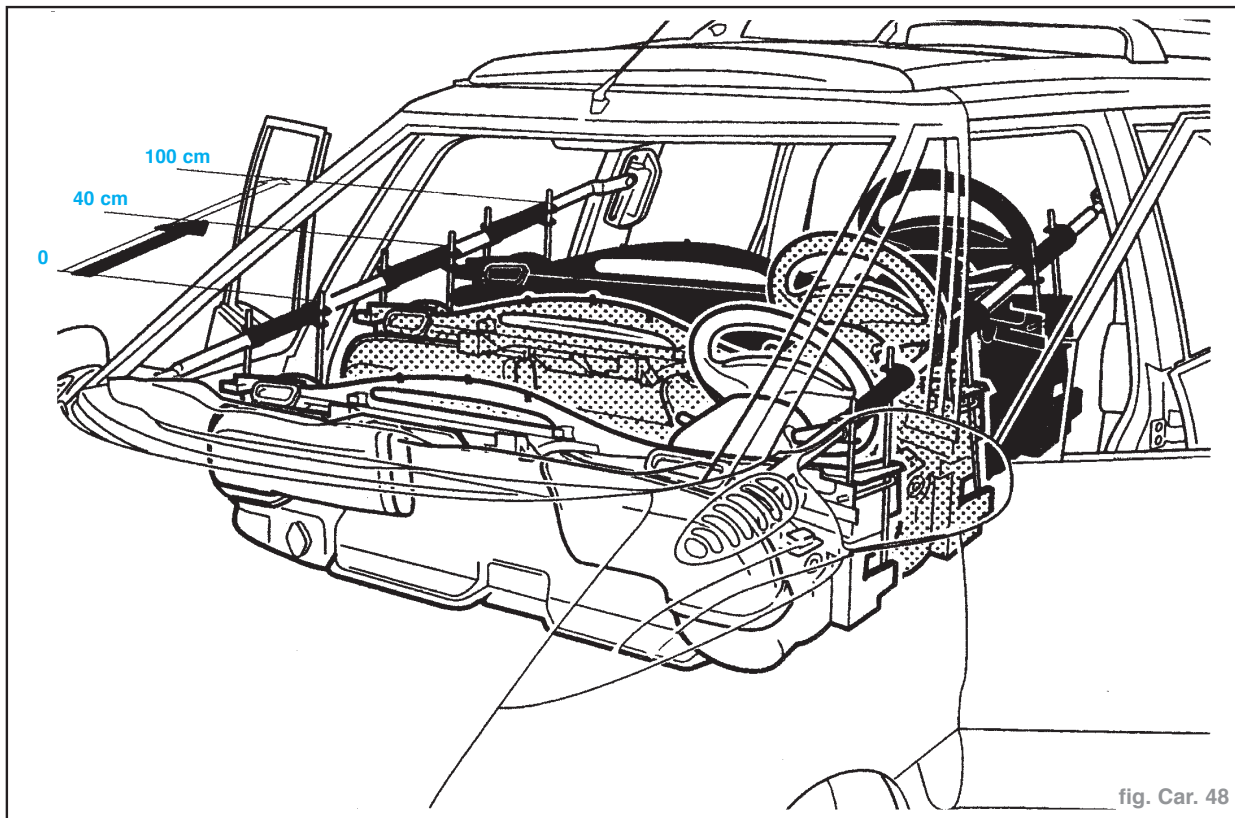

fig. Car. 48
- Ce recul permet les opérations de dépose et repose suivantes sans sortir la planche de la voiture (fig. Car. 48).